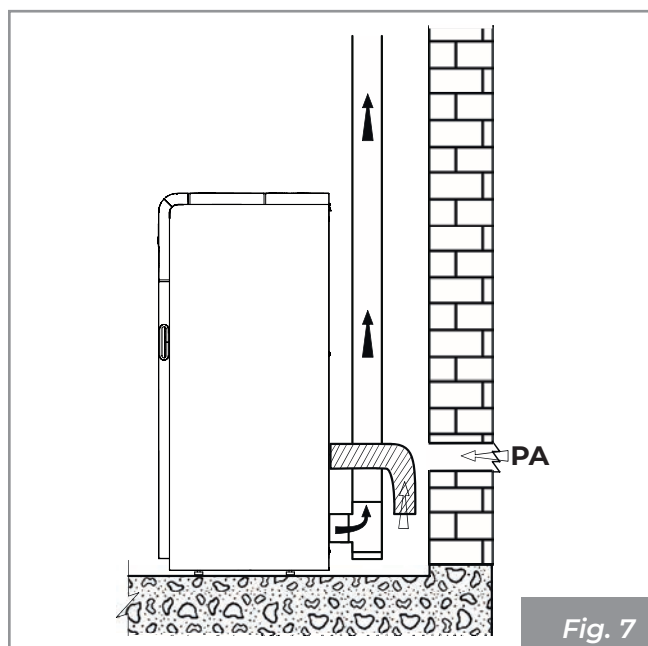
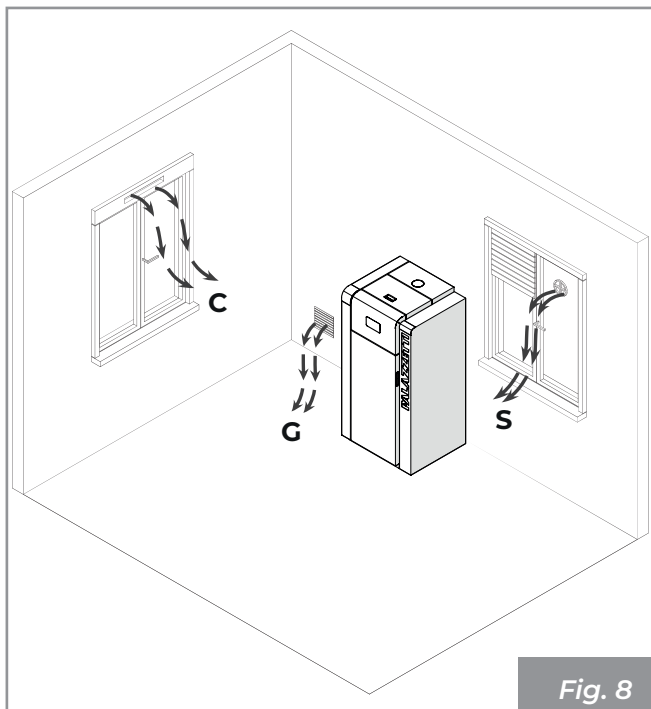

Fig. 7
Fig. 8
- il peut provenir du lieu d'installation ou de pièces voisines (Fig. 7 - Fig. 8)
Réaliser la prise d'arrivée d'air sur la paroi (Fig. 7 - PA = Prise d'Air), et faire en sorte que l'appareil soit libre de prélever de l'air dans l'environnement ambiant.
S'il n'est pas possible de réaliser la prise d'arrivée d'air externe dans la pièce, il est possible de pratiquer le trou extérieur dans une pièce adjacente à condition qu'elle soit en communication permanente avec une grille de transit (**Fig. 8 - C = Caisson, G = Grille, S = Volet**).